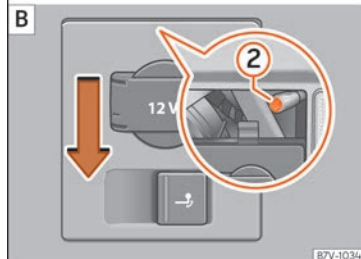

Fig. 115 Sur le côté du coffre : démonter les feux arrière gauche et droit. ① retirer le capuchon ; ② vis de fixation.
3.	Tournez le capuchon ① de 90° dans le sens de la flèche et retirez-le.
4.	Desserrez la vis de fixation » fig. 115 ② avec le tournevis inclus dans l'outillage de bord » page 91. La vis restera assurée dans sa position.